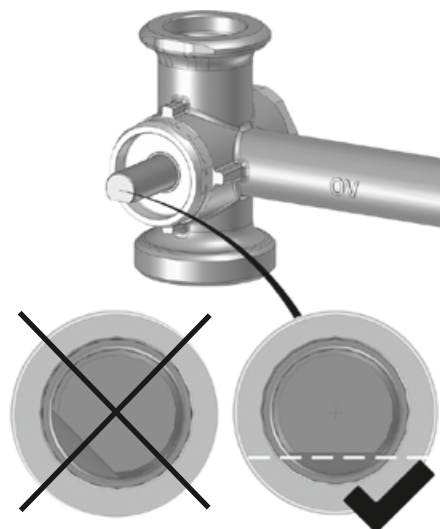

Abb. 22
7. Stellmotor auf Adapter (3) aufsetzen und fest auf das Mischergehäuse aufdrücken, bis er hörbar einrastet. Dabei auch an den Gehäusestegen zur Verdreh-sicherung orientieren (Abbildung 22).